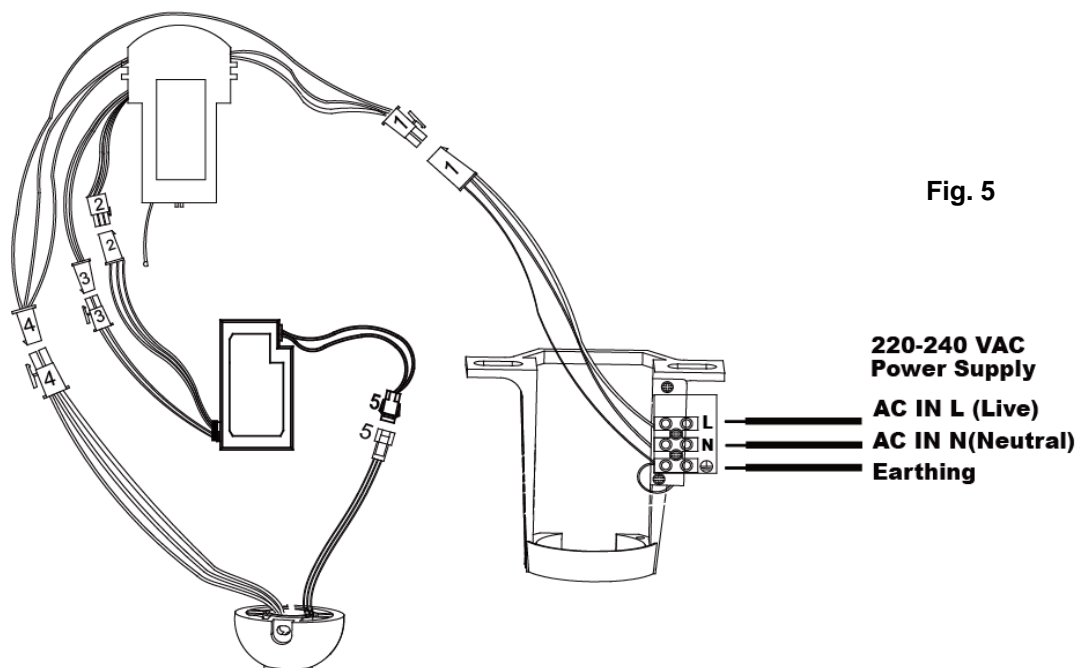

Fig. 5
3. Consulte el diagrama de cableado proporcionado para la Conexión/Instalación Eléctrica. **Fig.5**
- Después de completar el cableado eléctrico en los terminales del soporte de montaje y de conectar los cables de entrada de alimentación del receptor remoto y del cableado fijo a través de los conectores rápidos de 4 puertos (1); conecte los cables de entrada de alimentación del controlador del LED y los cables de salida de alimentación al receptor remoto a través de los conectores rápidos de 2 puertos (3); conecte los cables de entrada de la señal PWM del controlador de LED y los cables de salida de la señal PWM al receptor remoto a través de los conectores rápidos de 3 puertos (2); conecte la salida al ventilador del receptor remoto y los cables de entrada del motor a través de los de conectores rápidos de 4 puertos (4); conecte también los cables de salida del controlador de las luces LED a través de los conectores rápidos de 3 puertos (5). **Fig.5**